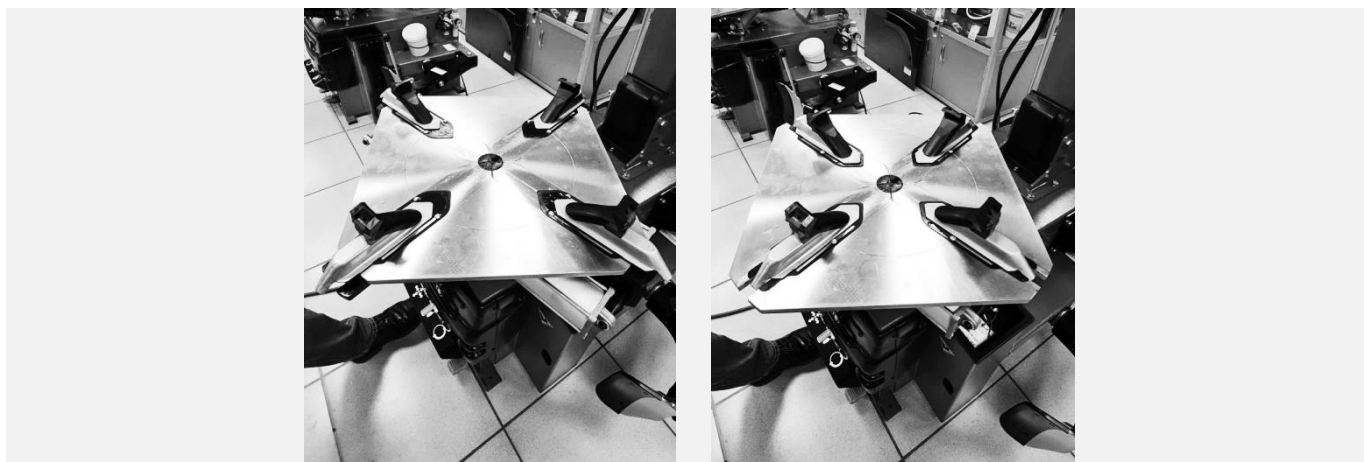

Рисунок 42
- Плавно нажать педаль управления зажимными кулачками до среднего положения, сведя зажимные кулачки таким образом, чтобы насечка на поворотном столе примерно соответствовала диаметру колеса, промаркированной на ползуне кулачка (см. Рисунок 42).